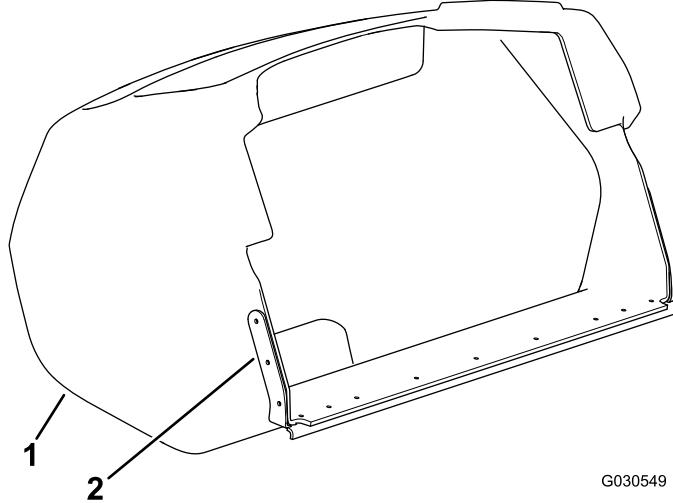

图1
1. 将集草斗支架与集草斗中的现有孔对齐（图1）。
2. 用集草斗支架作为模板，在集草斗的两侧标记 3 个孔（图1）。